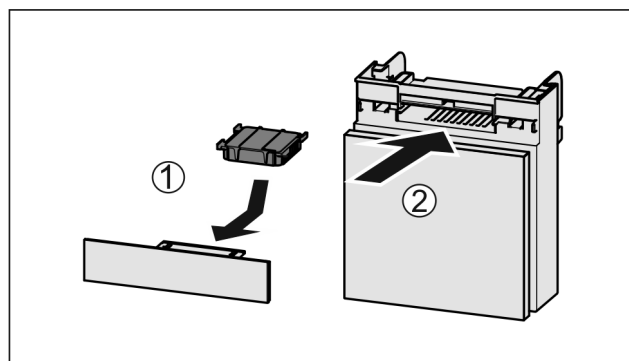

Fig. 93
- Vložte aktívny uhlíkový filter podľa obrázka Fig. 93 (1).
- Zasuňte zásuvku Fig. 93 (2).